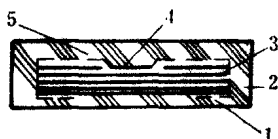

图2 带芯中梯式运输胶带
(1) 带芯中梯式(见图2)：采用强力帆布或普通帆布作带芯层，该带芯层做成一段或几段阶梯形，覆以耐磨或耐热覆盖胶层，并在覆盖胶层、边胶层与带芯层间加贴缓冲胶布或缓冲胶层(统称缓冲补强层)。适用于输送摩擦力大、冲击力的常温物料及 120°C 以下的物料。